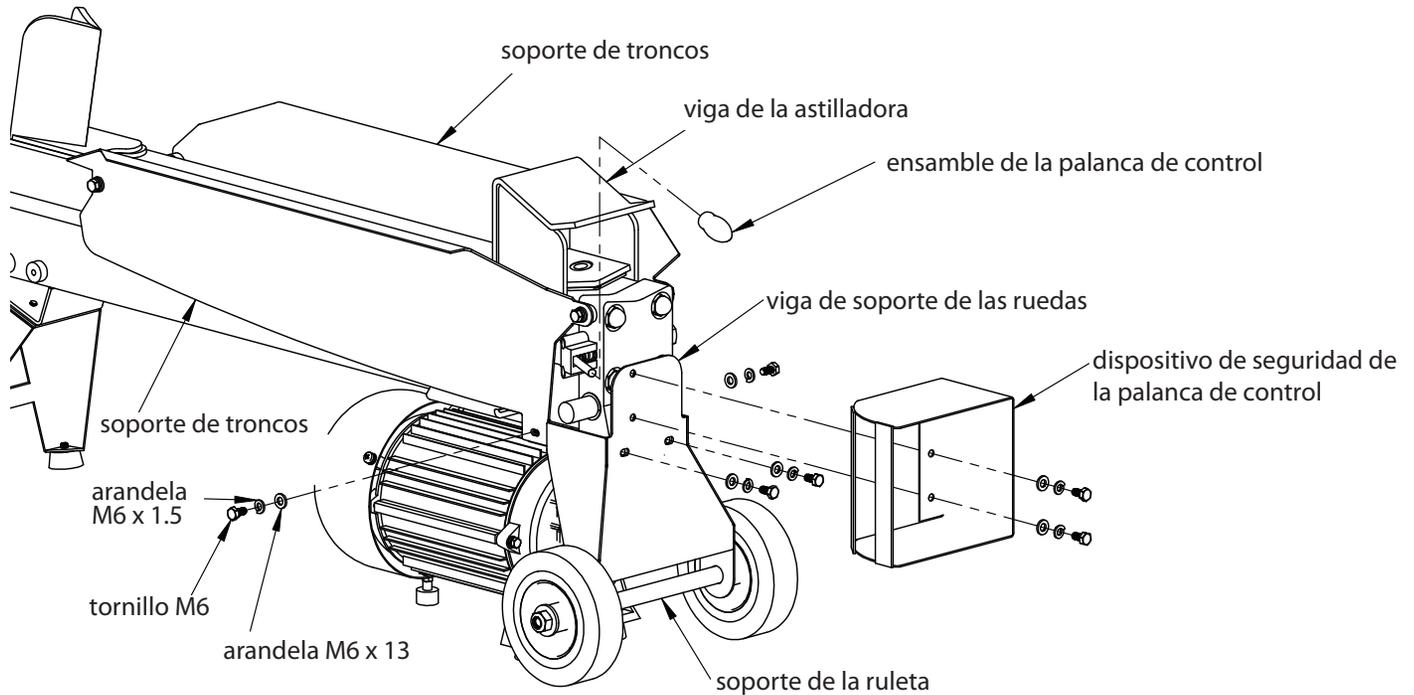

Figura 3
1. Conecte todas las partes de la palanca de control girando el botón en el extremo de la palanca. **(VER FIGURA 3)**
2. Atornille la viga de soporte de las ruedas a la viga de soporte y a los soportes de troncos de la astilladora utilizando los cuatro tornillos M6-1 x 12, las arandelas y tuercas proporcionadas. **(VER FIGURA 3)**
3. Conecte la palanca del dispositivo de seguridad en la parte superior del soporte de las ruedas con los tornillos M6 x 12 proporcionados. **(VER FIGURA 3)**